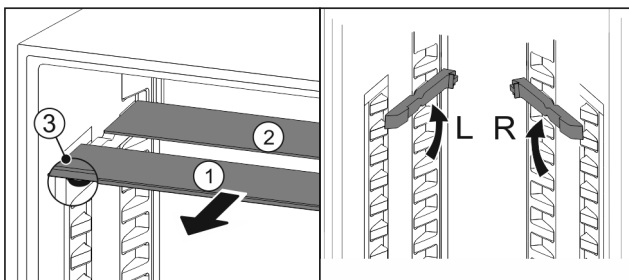

Fig. 18
- ▶ estrarre i ripiani di vetro singolarmente tirando in avanti Fig. 18 (1).
- ▷ Il piano in vetro Fig. 18 (1) con il motivo ornamentale è nella parte anteriore.
- ▷ I fermi Fig. 18 (3) sono rivolti verso il basso.